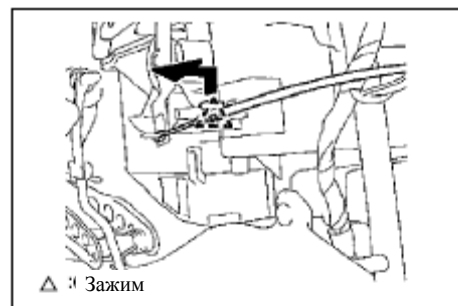

Рис. 431
(3) Снимите фиксирующий зажим и снимите трос регулировки вентиляции(рис. 431)